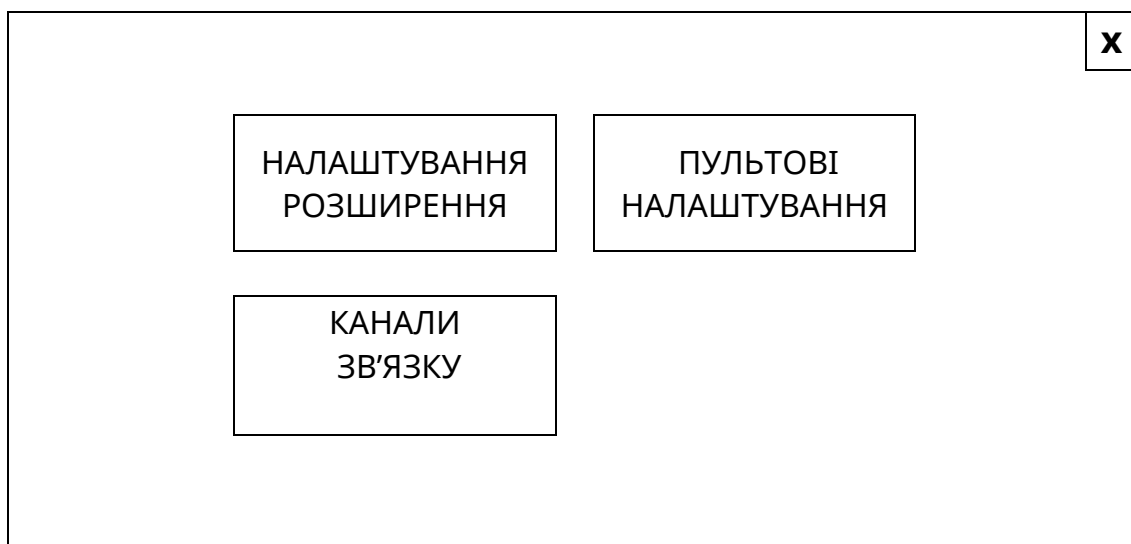

Рисунок 10.14.1 -Вікно меню «НАЛАШТУВАННЯ ЗВ'ЯЗКУ»
10.14.1 Якщо доторкнутися до кнопки [НАЛАШТУВАННЯ ЗВ'ЯЗКУ], відкривається вікно (рис. 10.14.1), в якому знаходяться кнопки [НАЛАШТУВАННЯ РОЗШИРЕННЯ], [ПУЛЬТОВІ НАЛАШТУВАННЯ], [КАНАЛИ ЗВ'ЯЗКУ]. Опис застосування кнопок наведений нижче.